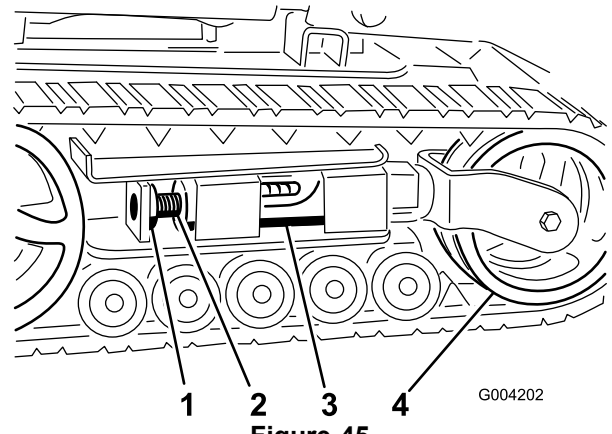
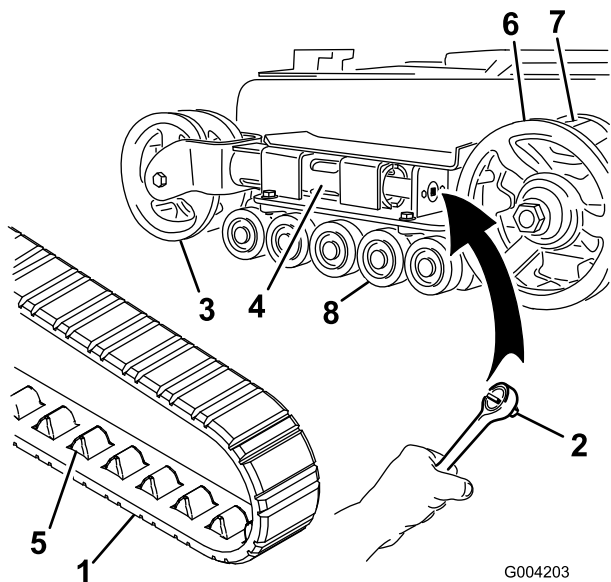

Figure 45
Figure 46
3. Enlevez le boulon et l'écrou de blocage (Figure 45).
5. Alignez l'encoche la plus proche dans la vis de tension avec le trou du boulon de blocage, et fixez la vis avec le boulon et l'écrou de blocage (Figure 45).
4. À l'aide d'une clé à douille de 13 mm, tournez la vis de tension dans le sens horaire pour détendre la transmission (Figure 45 et Figure 46).
5. Poussez la roue de tension vers l'arrière de la machine pour appuyer le tube de tension contre le cadre (Figure 46). (S'il ne touche pas le cadre, continuez de tourner la vis de tension jusqu'à ce qu'il le touche).
7. Lorsque la chenille est déchaussée, retirez-la du pignon d'entraînement et des galets de roulement (Figure 46).
8. Pour installer la chenille neuve, commencez par l'enrouler autour du pignon, en veillant à ce que les crampons s'engagent correctement entre les dents du pignon (Figure 46).
9. Poussez la chenille sous et entre les galets de roulement (Figure 46).
4. À l'aide d'une clé à douille de 13 mm, tournez la vis de tension dans le sens horaire pour détendre la transmission (Figure 45 et Figure 47).
6. Placez le chapeau de galet de roulement sur la tête du boulon (Figure 46).
7. Fixez le chapeau avec le circlip (Figure 46).